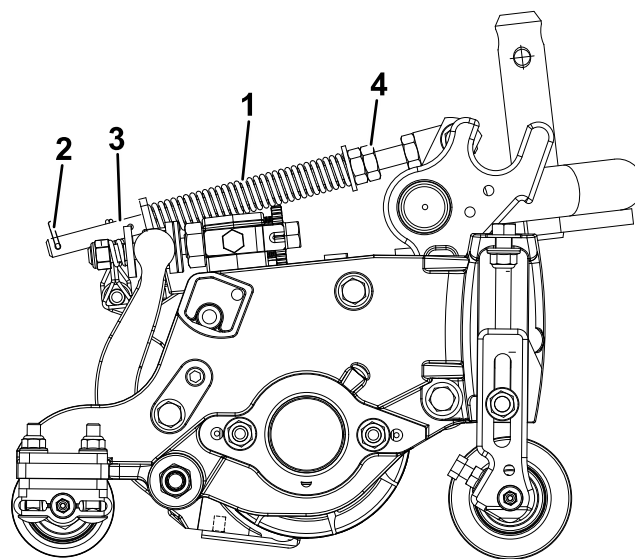

Figura 11
2. Serrate i dadi esagonali sul lato anteriore dell'asta della molla, finché la lunghezza compressa della molla non è di 12,7 cm (Figura 11).
La molla di compensazione del manto erboso (Figura 11) trasferisce il peso dal cilindro anteriore al cilindro posteriore, per contribuire a ridurre l'ondulazione del manto erboso, detta anche fluttuazione o bobbing.
1. Verificate che la coppiglia sia montata nel foro posteriore dell'asta della molla (Figura 11).